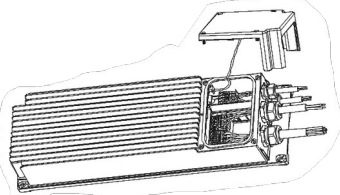

Рисунок 3. Снятие крышки блока питания.
- 5.1.6. Подключение светильника к сети производится через внешний блок питания. Блок питания отдалять от светильника не более 50метров. Для подключения снять крышку блока питания (см. рисунок 3) и выполнить подключение к клеммам блока питания (см. п.5.6):